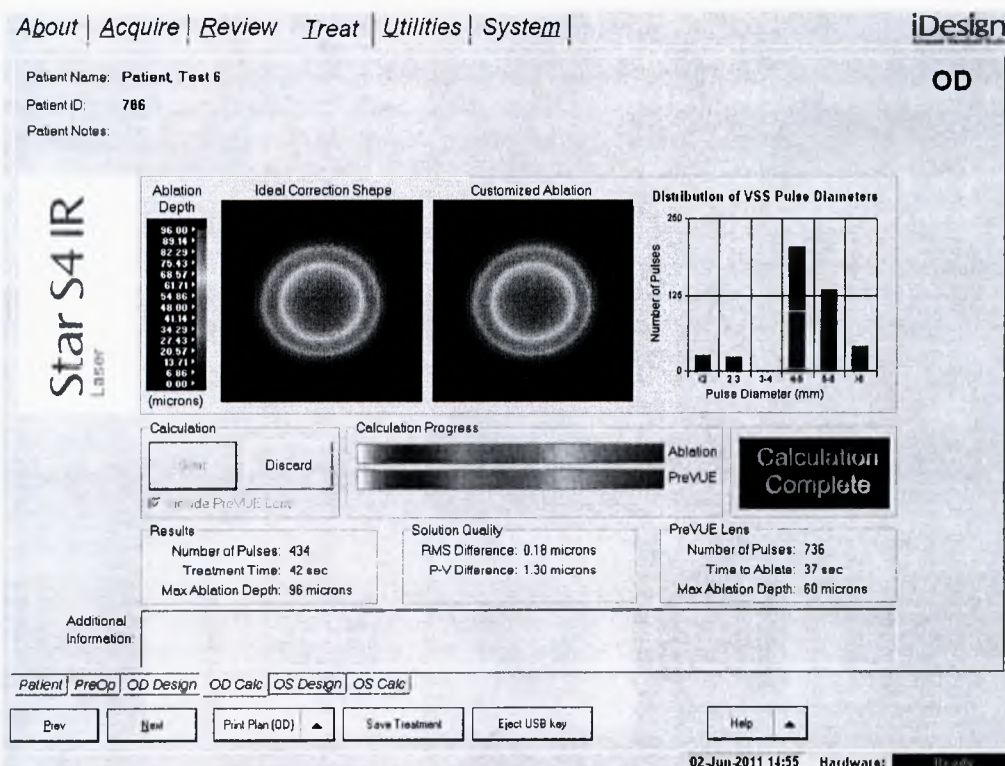

Figure 10.10 – Экран подвкладки Treat/OD Calc (Лечение/Расчет OD) (режим Expert (Эксперт))
2. Нажмите кнопку **Start (Начать)**, чтобы запустить процедуру расчета алгоритма лечения. Полоска индикатора выполнения расчета (**Calculation Progress**) будет отображаться в процессе расчета, который может занять несколько секунд. По завершении расчета лечения в окне состояния появится сообщение **Calculation Complete (Расчет завершен)**. На экране будет отображаться графический объект в виде контура планируемой абляции, а также распределение диаметров импульсов вариальной сканирующей точки (VSS), которые будут использоваться при лечении. Желаемая форма роговицы (идеальная созданная форма) иллюстрируется статической картой (Рисунок 10.10). Для сброса результатов расчета лечения нажмите кнопку **Discard (Сброс)**.